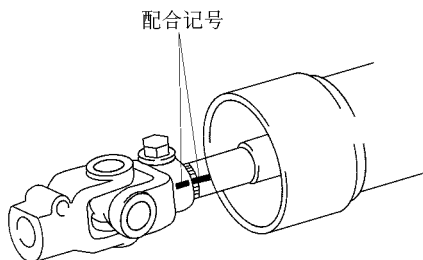

图 16-12 在万向节和主轴上作上配合记号
(3) 从下柱管拉出主轴。拆下螺栓和转向柱孔罩的卡夹、转向柱孔罩。然后在万向节和主轴上作上配合记号,如图 16-12 所示。拆下螺栓和万向节,并从下柱管拉出主轴。